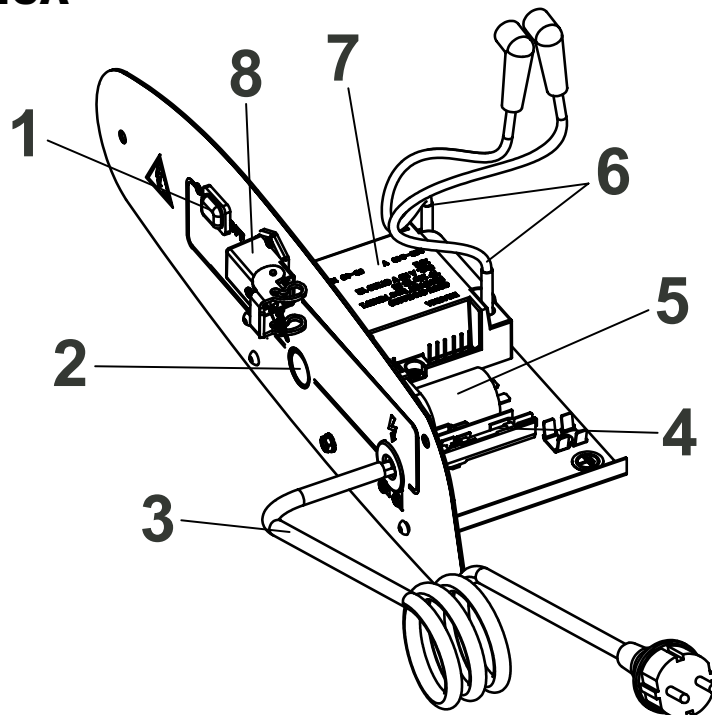

Fig. 2
- Treceți contactorul în poziția marcată 1 (fig. 2) cu simbolul: ON, ventilatorul pornește și, după câteva secunde, începe arderea. După prima pornire și după golirea totală a circuitului de motorină, curgerea combustibilului spre duză poate fi întârziată, ceea ce va determina semnalizarea aparatului de control a flăcării, care va decupla încălzitorul. În acest caz, după aproximativ un minut, utilajul va fi recuperat manual, prin apăsarea butonului de pornire manuală 2 (Fig. 2). Primele operații ce se vor executa în cazul în care utilajul nu poate fi pornit:
2. Apăsați butonul de cuplare manuală 2 (Fig. 2);
Pentru a opri funcționarea utilajului trebuie acționat butonul care va fi trecut 1 (Fig. 2) în poziția „OFF”. Flacăra se stinge, dar ventilatorul va continua să funcționeze până la răcirea completă a camerei de ardere.
Încălzitorul este dotat cu aparatură electronică de control a flăcării. Dacă are loc confirmarea unei deficiențe de funcționare, sau a mai multora, această aparatură va bloca utilajul, situație în care se aprinde indicatorul butonului de cuplare manuală 2 (Fig. 2).